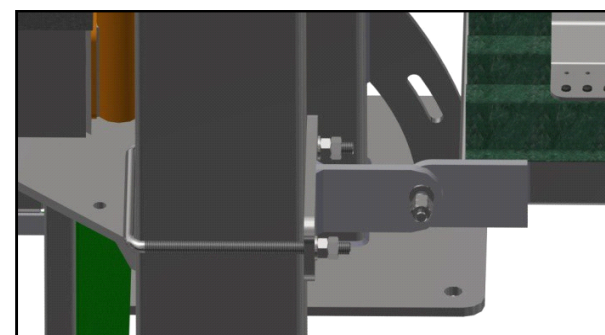

рис. 25
1. На опорные столбы с упором на площадки крепления нижней обвязки навешивается кронштейн крепления регулируемой кровли с использованием стоек 184x204мм M12, гаек (по 2 на каждый резьбовой выход) и шайб (рис. 25).